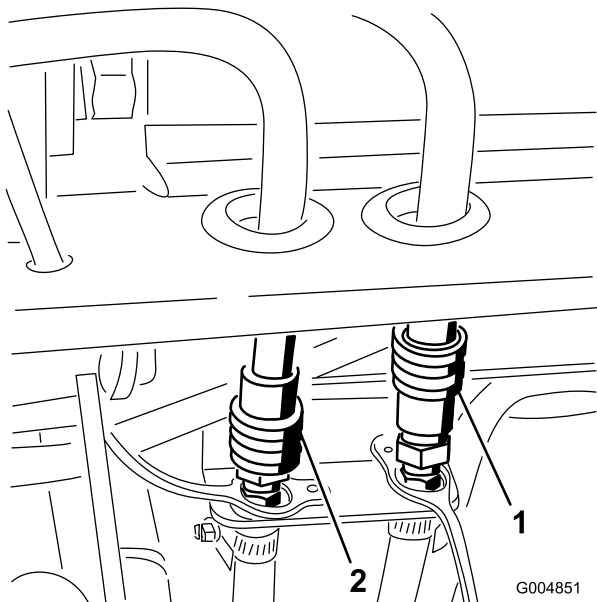

Figura 52
26. Conecte los manguitos de presión de la cabina y de retorno a los acoplamientos rápidos del bastidor trasero (Figura 52).